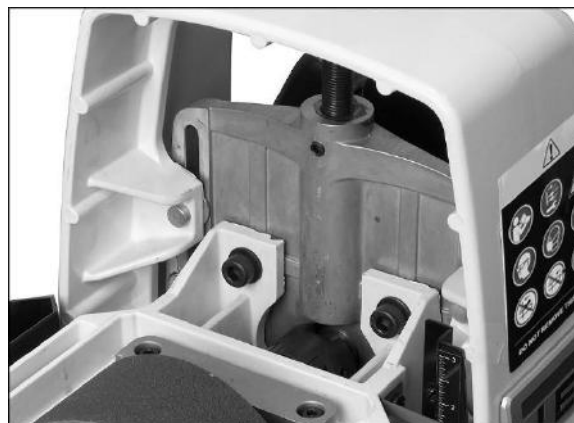

Abb. 10-1
- Die Gewindeleitspindel (A, Abb. 10.1) bei Bedarf schmieren.
- Die Gleitbereiche sauberhalten (B, Abb. 10-1).